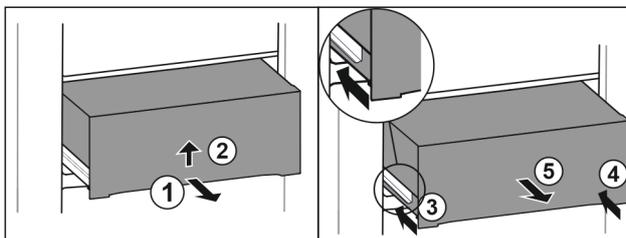

Fig. 32
- ▶ Schubfach halb herausziehen. Fig. 32 (1)
- ▶ Schubfach an der Unterseite anheben. Fig. 32 (2)
- ▶ Linke Schiene einschieben. Fig. 32 (3)
- ▶ Rechte Schiene einschieben. Fig. 32 (4)
- ▶ Schubfach nach vorne entnehmen. Fig. 32 (5)